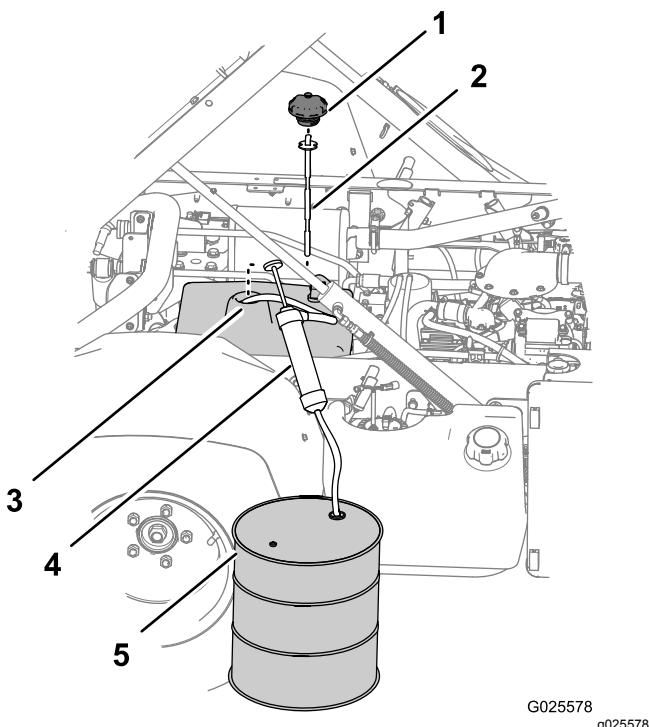

Рисунок 82
3. Снимите крышку и извлеките масломерный щуп из заливной горловины гидравлического бака (Рисунок 82).
4. Проложите входной шланг сифонного оборудования через заливную горловину гидравлического бака и к его нижней части (Рисунок 82).
5. Направьте сливной шланг сифонного оборудования в контейнер для сбора (Рисунок 82) объемом 11,4 л (для модели, отличной от ТС) или объемом 18,9 л (для модели, отличной от ТС, с комплектом высокопроизводительной гидравлики (дополнительным) или модели ТС).
7. Снимите сифонное оборудование с гидравлического бака (Рисунок 82).
8. Залейте 7,5 л (для модели, отличной от ТС) или 15,1 л (для модели, отличной от ТС, с комплектом высокопроизводительной гидравлики (дополнительным) или модели ТС) гидравлической жидкости указанного типа в гидравлический бак (Рисунок 82).
9. Установите щуп и крышку на заливную горловину гидравлического бака (Рисунок 82).